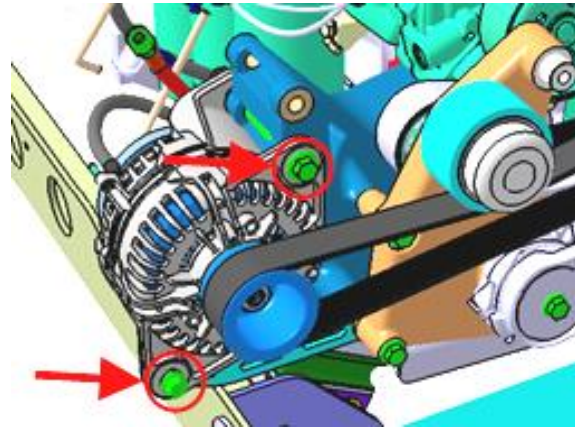

FIGURE 43
- Enlever l'alternateur. Pour ce faire, dévisser les deux boulons de montage identifiés sur la **FIGURE 43**.